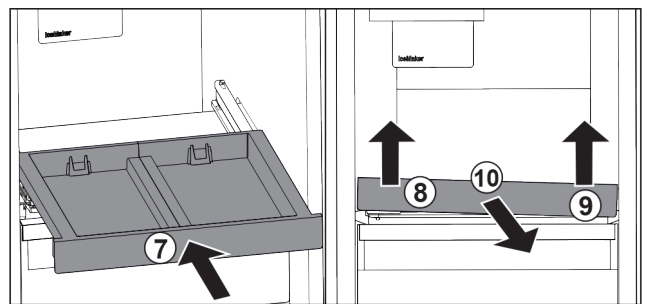

Fig. 101
- 推入拉出式搁板。Fig. 101 (7)
- 抬起抽屉左前部。Fig. 101 (8)
- 抬起抽屉右前部。Fig. 101 (9)
- 向前取出拉出式搁板。Fig. 101 (10)